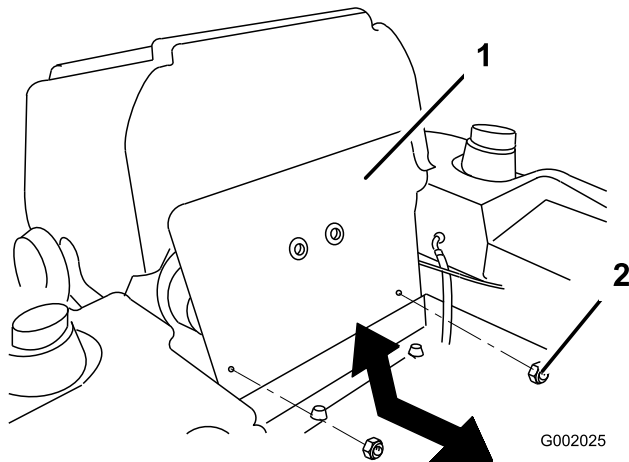

Bild 39
3. Kippen Sie den Sitz nach vorne und entfernen Sie die vordere Motorverkleidung (Bild 39).